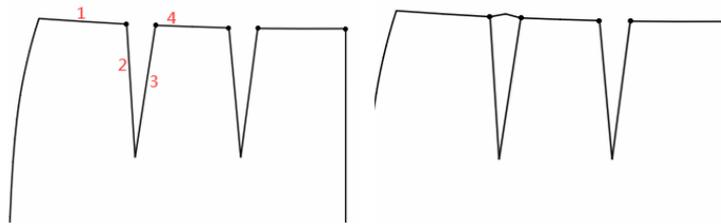

图 2-2-20 加省山
(2)  (加省山): 给省道加省山。适用在结构线上操作。用该工具, 依次单击倒向一侧的曲线或直线, 如图 2-2-20 所示, 按顺序单击 1、2、3、4, 省山倒向 1 的方向, 按顺序单击 4、3、2、1, 省山倒向 4 的方向。